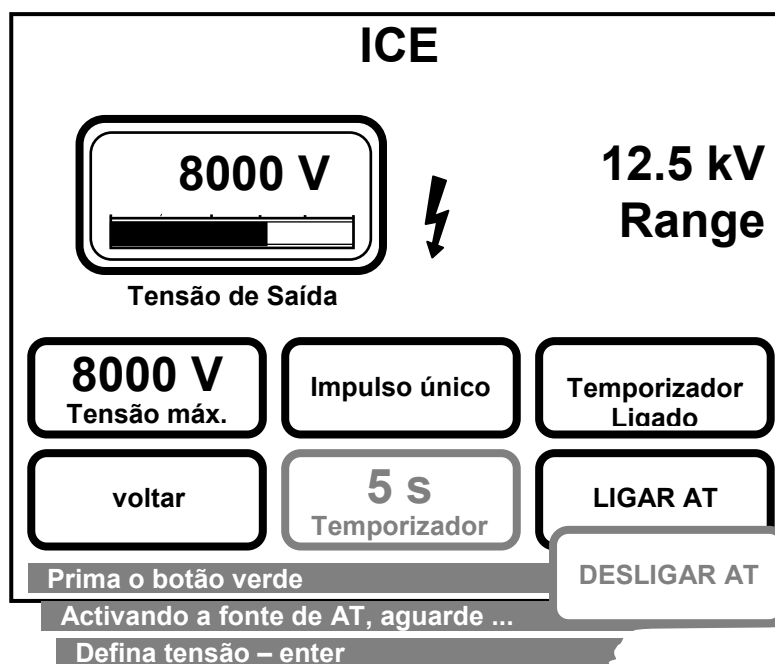

Fig. 14: Menú ICE (corrente de impulso / método de onda pulsada)
3. Depois de seleccionar a gama de tensão pretendida, aparece o menú acima (Fig. 14: Menú ICE (corrente de impulso / método de onda pulsada).